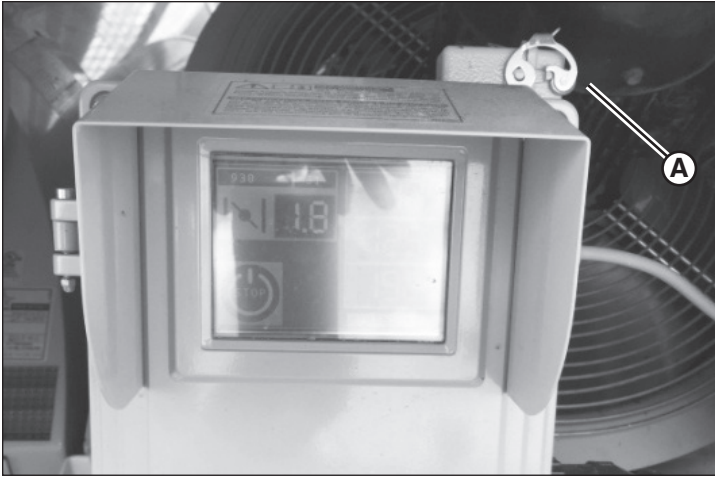

Figura 35
- Ubique el receptáculo para el termostato remoto en la parte superior derecha del módulo de control del calentador (A, Figura 35).